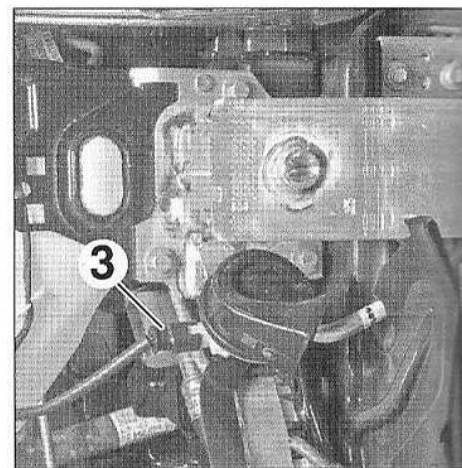

FIG.83
- Débrancher le connecteur (3) (Fig.83).